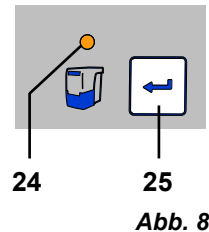

Abb. 8
**Wird die Staubschublade nicht geleert, leuchtet die Anzeige der Staubschublade (24, Abb. 8) weiterhin. Nach dem Aus- / Einschalten des Gerätes wird durch einen 3-maligen Signalton erneut auf das Entleeren der Staubschublade hingewiesen.**